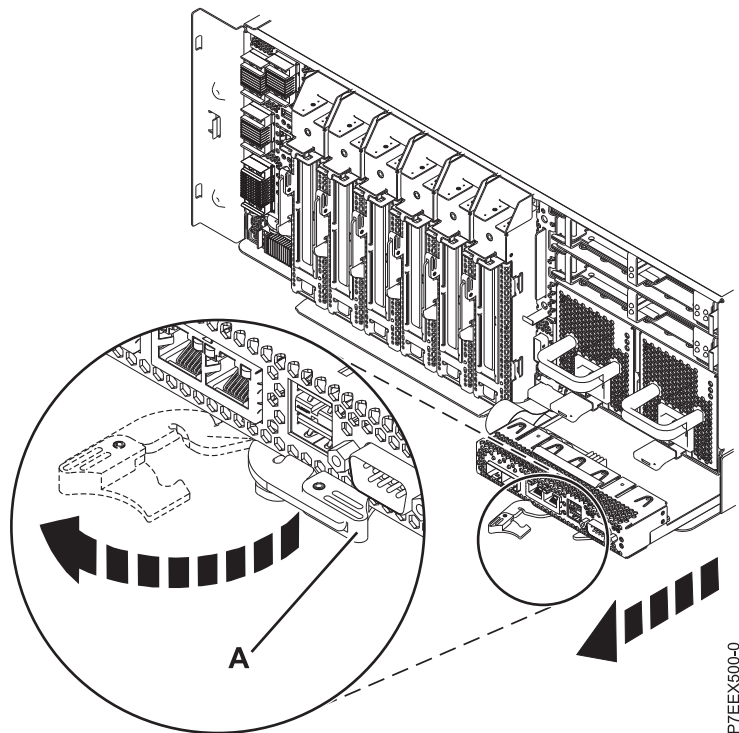

図 1. 8412-EAD、9117-MMC、9117-MMD、9179-MHC、または 9179-MHD の統合多機能カードの取り外し
5. 5 ページの図 1 に示すように、取り外したい統合多機能カードを見つけます。